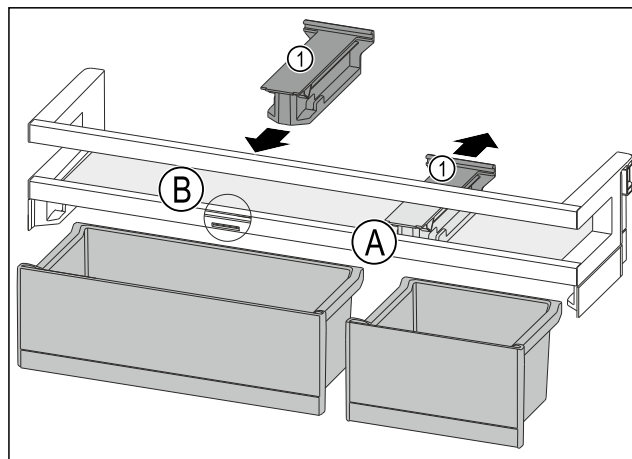

Fig. 135
- Držalni del Fig. 135 (1) odstranite nazaj v položaj Fig. 135 (A).
- Držalni del Fig. 135 (1) vstavite v položaj Fig. 135 (B).